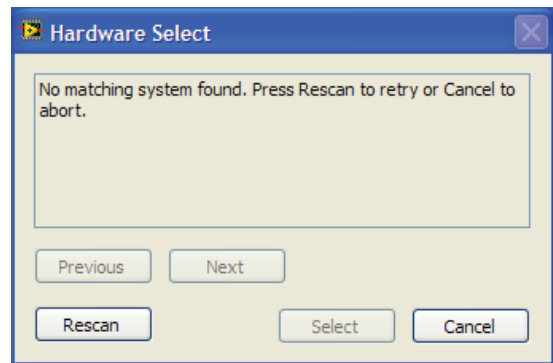

図 8.エラーのポップアップ・ウインドウ
2. ソフトウェアを起動したときSDP ボードがUSB ポートに接続されていない場合、接続エラーが表示されます(図8参照)。評価用ボードをPCのUSB ポートに接続して、数sec待った後、**Rescan**をクリックし、指示に従ってください。